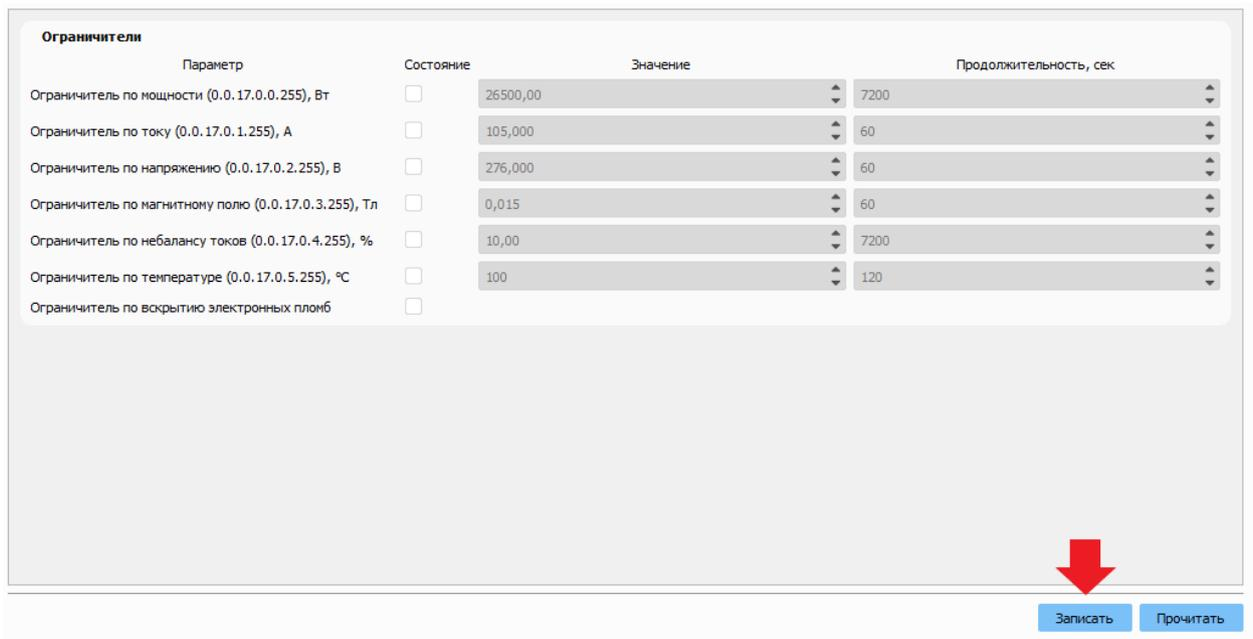

Рисунок 32
- зайти в функциональное меню «Ограничители» (рисунок 32);